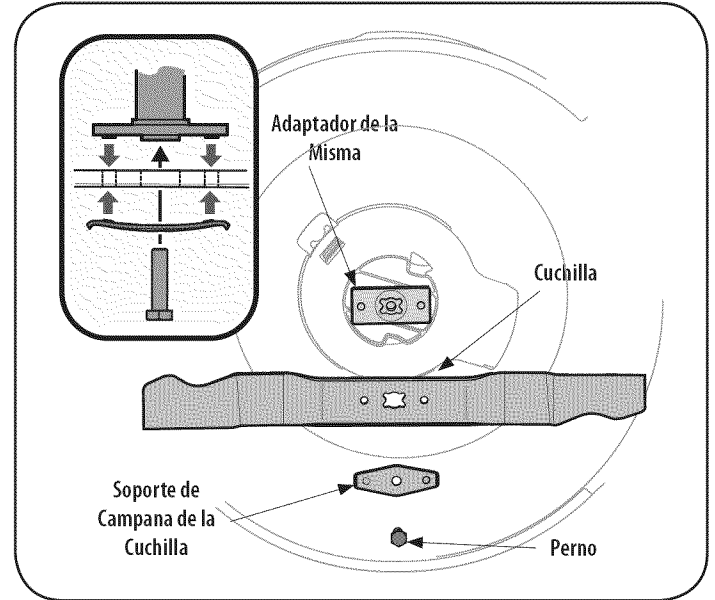

Figura 14
2. Saque el perno y el soporte de campana de la cuchilla que sostienen la cuchilla y el adaptador de la misma al cigüeñal del motor. Vea la Figura 14.
5. Lubrique el cigüeñal del motor y la superficie interna del adaptador de la cuchilla con aceite ligero. Deslice el adaptador de la cuchilla sobre el cigüeñal del motor. Instale la cuchilla en el adaptador con el lado marcado "Bottom" (inferior) (o con el número de parte) hacia el piso cuando la cortadora de césped está en posición de funcionamiento. Asegúrese que la cuchilla quede alineada y asentada en las bridas del adaptador. Vea la Figura 14 inserto.